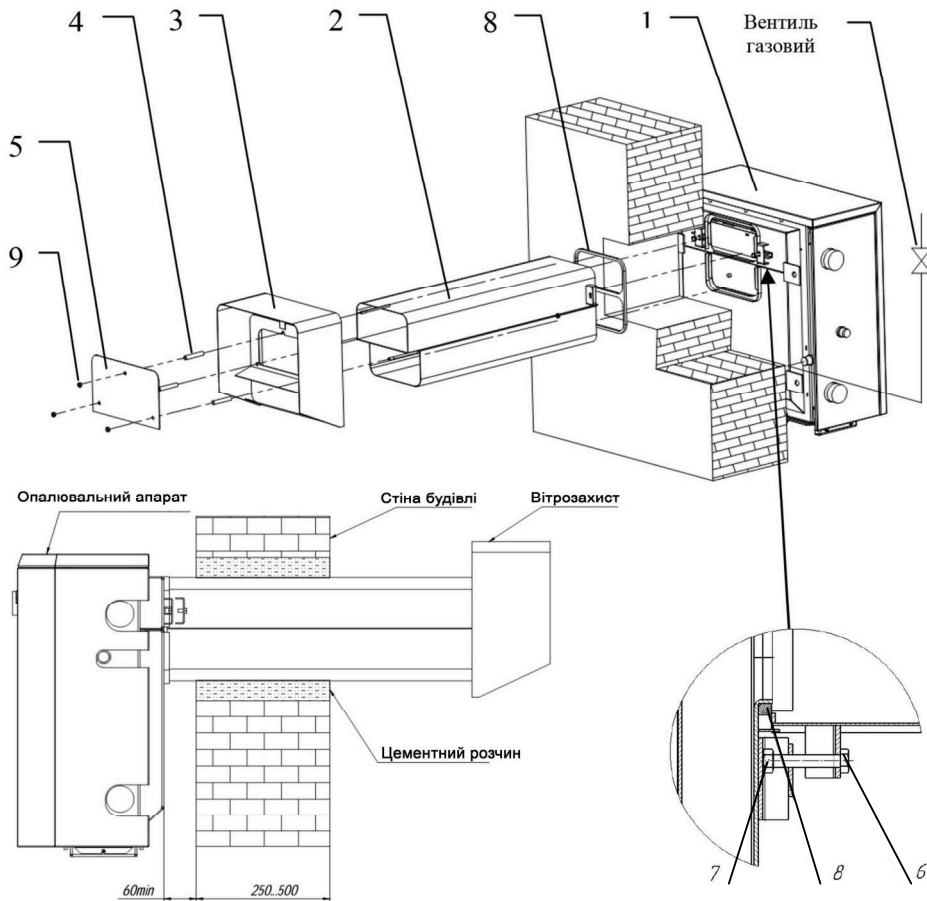

Рис.7 - монтажна схема установки аппарата
6.7 Апарат при його монтажі, на розсуд споживача, може встановлюватися як на підлогу, так і навішуватися на стіну приміщення, з урахуванням вимог, викладених в п.6.3 і 6.4. При підлоговому монтажі апарата, в стіні пробивається проріз 260х260мм під трубу рис.7, поз.2. При настинному монтажі апарата, додатково до прорізу 260х260мм, в стіні виконуються 4 отвори для шпильок двохрізбових (гвинт-шуруп сантехнічний), на які буде навішуватися апарат. Розміри шпильок, їх монтаж в стіну і навішування на них теплообмінника апарата, повинні відповідати рис. 6. Можливі й інші варіанти кріплення, які забезпечують надійну фіксацію апарата на стіні приміщення, в якому встановлюється апарат. Схема розташування прорізу і отворів на стіні, а також, установчі розміри апарата в залежності від моделі представлені на рис. 5.
Після підготовчих робіт по пробиванню прорізу, отворів та встановлення шпильок необхідно приєднати трубу поз.2 до апарата поз.1 за допомогою болтів і гайок поз.6,7 (рис.7).
Після затвердіння розчину укласти в канавки на задній стінці апарата ущільнювальний азбестовий шнур поз.8 рис.7 з комплекту поставки, попередньо змочивши його водою.
Навісити апарат на шпильки таким чином, щоб торець труби увійшов в канавки апарата з вкладеним для ущільнення з'єднання шнуром поз.8 рис.7.
Зовні будівлі встановити на 3 шпильки труби обичайку вітрозахисту поз.3, розпірні втулки поз.4, щиток вітрозахисту поз.5 і закріпити гайками поз.9 (рис.7).
6.8 Після виконання монтажних робіт по установці апарата, приєднайте апарат до газопроводу і трубам системи опалення. На газопідвідній трубі перед апаратом обов'язково повинен бути встановлений газовий вентиль (рис.7), який перекриває доступ газу до апарата. Сполучні труби трубопроводів повинні бути точно підігнані до місця розташування вхідних штуцерів апарата. Приєднання не повинно супроводжуватися взаємним натягом труб і вузлів апарата.